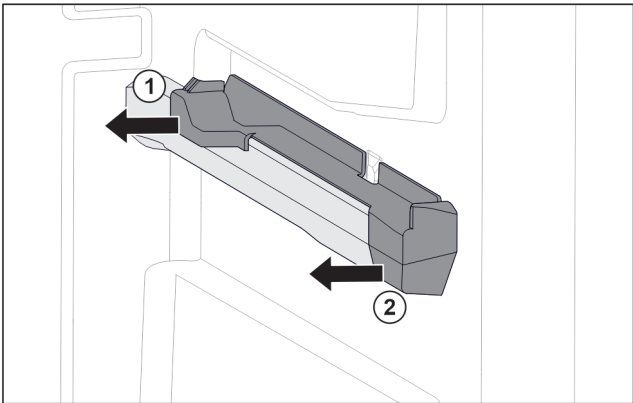

Fig. 17 右侧容器肋梁上的插装件
- ▶ 将插装件后部拉到一侧。 Fig. 17 (1)
- ▶ 将插装件前部拉到一侧。 Fig. 17 (2)